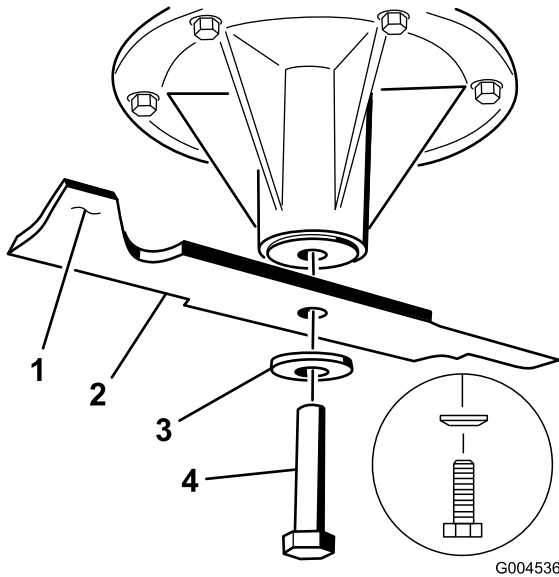

Figura 78
2. Retire el perno de la cuchilla, la arandela curva y la cuchilla del eje (Figura 78).
3. Si la cuchilla no está equilibrada, rebaje algo del metal en la parte de la vela solamente (Figura 78).